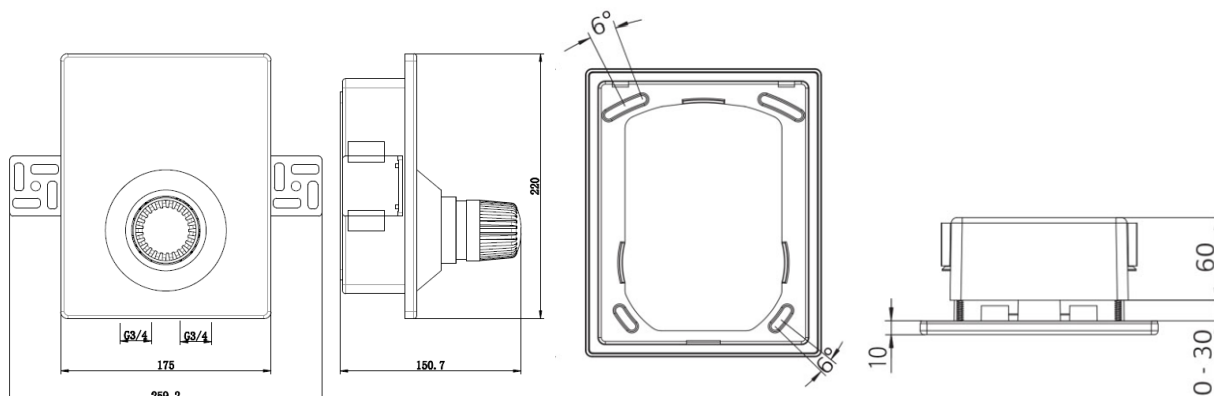

Рис. 2
- 6.2.** Для установки монтажного комплекта в стене или перегородке необходимо подготовить нишу исходя из размеров монтажного комплекта (рис. 2), а также прорезать штробы для подводящего и отводящего трубопроводов, и при необходимости, каналы для проводов сервопривода или импульсной линии термочувствительного элемента.